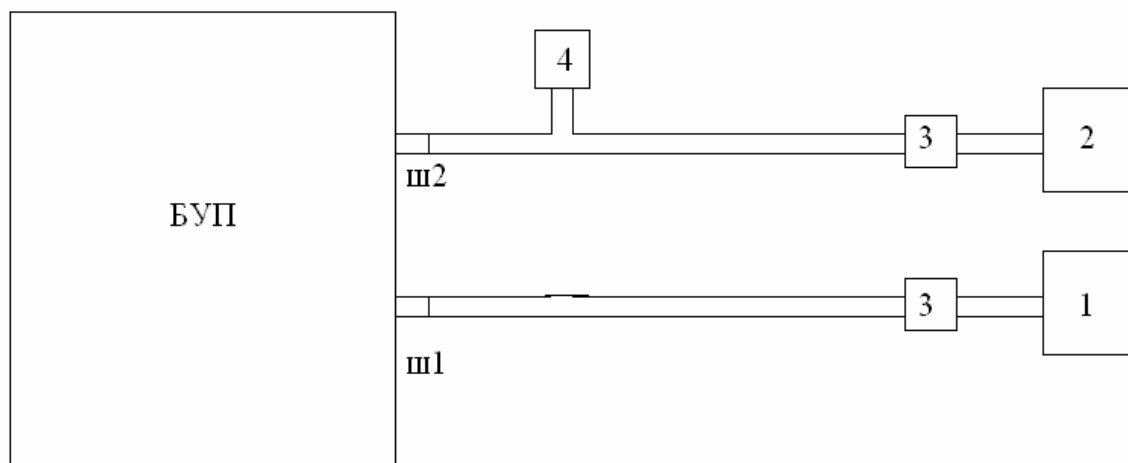

Рисунок 2. Схема подключения баллонов с исходным и нулевым газом или азотом к БУП
1.4.4 Разбавляющий газ поступает в линию разбавления через штуцер ш2 от баллона с нулевым газом, не входящего в комплект поставки (см. схему на рис. 2), или от атмосферного воздуха, не содержащего следов целевых компонентов.
2.3.3 Подключить ко входному штуцеру ш1 на задней стенке БУП баллон с исходным газом через вентиль плавной регулировки, как показано на рис. 2.
2.3.4 Подключить с помощью тройника к входному штуцеру ш2 на задней стенке БУП баллон с нулевым газом или азотом под давлением через вентиль плавной регулировки и тройник с выходом на индикатор расхода, как показано на рис. 2.